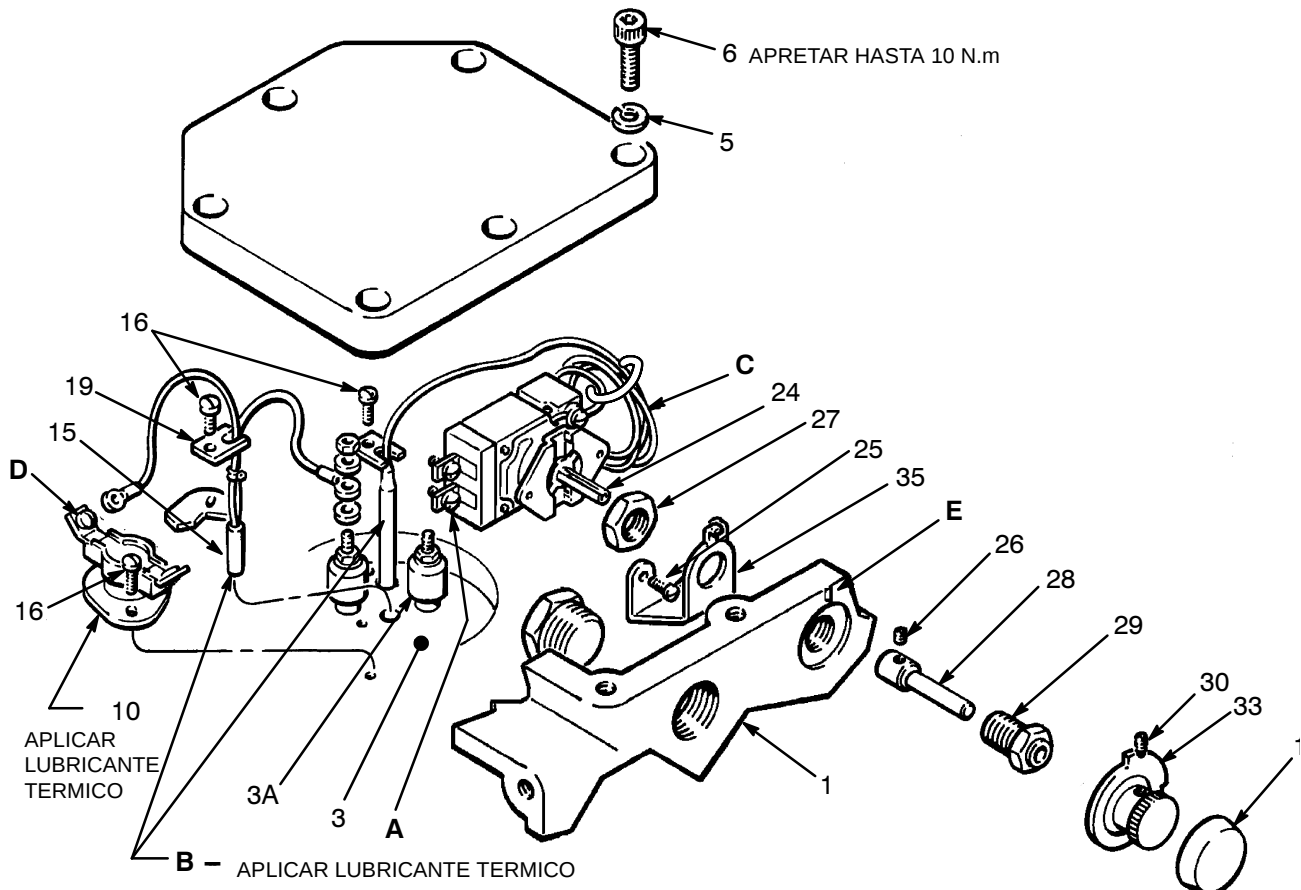

Fig 11
Sonda e interruptor de termostato (véase Fig. 11)
8. Aplicar abundantemente lubricante térmico (véase sección ACCESORIOS) en la sonda (B) del nuevo termostato. Enlazar el tubo capilar (C) varias veces y atar los lazos con la cinta (47) como se muestra en la Fig. 11. Introducir la sonda en el bloque calentador.
Termostato de reserva (véase Fig. 11)
Limitador de calor (véanse Fig. 11 y 12)
Botón de mando (véase Fig. 11)